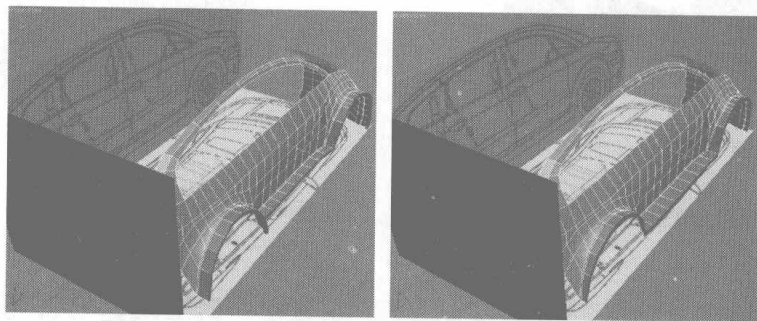

图 7.62
- 27 选择车面最下面的一圈面，单击 **Make Planar** 按钮右侧的小方块 Z，将模型在 Z 轴平面化，对比图 7.62 中的区别。